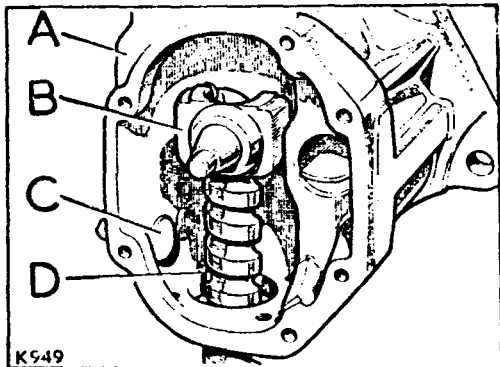

Fig. G1-57.- Montaje de la tuerca de bolas circulantes.
- 3.7.- Mantener la tuerca, B (Fig. G1-57) en la posición que corresponde dentro de la caja de engranajes, se introducirá el tornillo del extremo inferior de la barra de dirección hasta engranar con la tuerca, asegurándose que las bolas de ésta no se han movido.